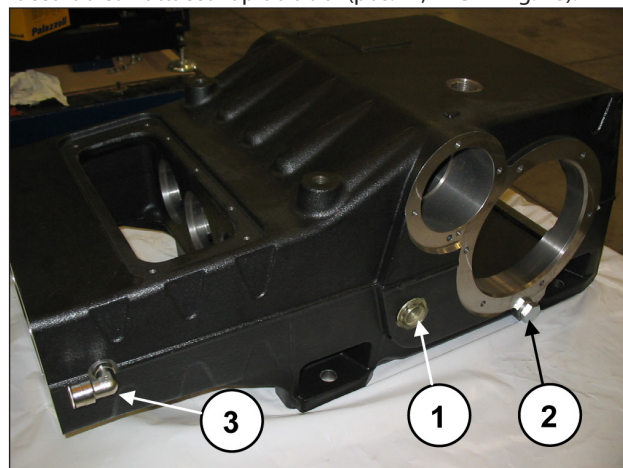

Fig. 48
Montare le due spie livello olio, i due tappi scarico olio e il raccordo con attacco rapido a 90° (pos. ①, ② e ③ Fig. 48).